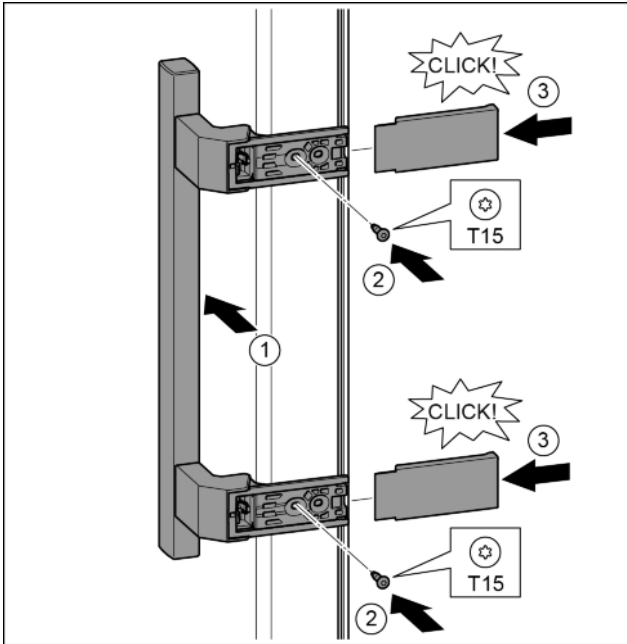

Fig. 16
- ▶ A fogantyút az ellenkező oldalon helyezze fel. Fig. 16 (1)
- ▶ Húzza meg a csavarokat a T15 csavarhúzóval. Fig. 16 (2)
- ▶ A fedelet helyezze fel oldalra és tolja fel. Fig. 16 (3)